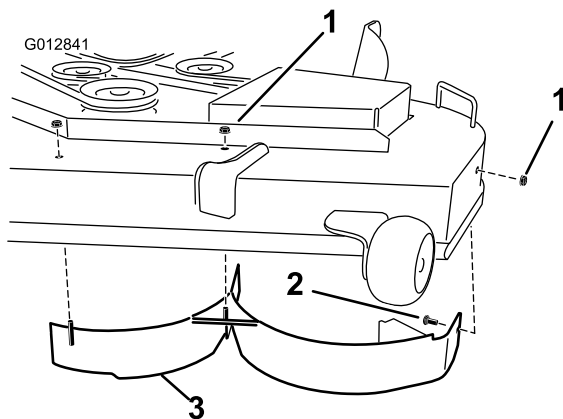

Figura 4
12. Instale el deflector izquierdo a la plataforma de corte según se muestra en Figura 4. Utilice dos contratuercas (5/16 pulgada) para sujetar las clavijas soldadas del deflector izquierdo a la parte superior de la plataforma de corte en las posiciones centro e izquierda. Apriete las fijaciones a mano.